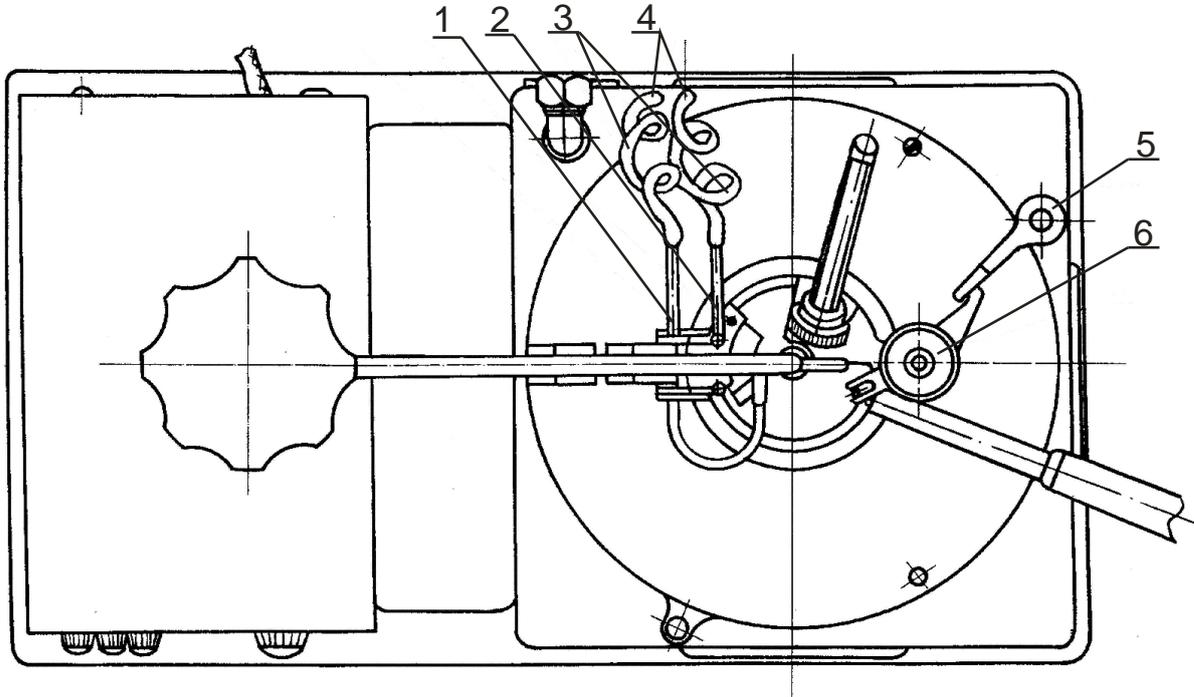

Рисунок6- Аппарат ТВЗ (вид сверху)
10.1 При подготовке аппарата к работе проверить работоспособность газовой системы. Повернуть ручки открытия и регулировки газа по часовой стрелке до упора. Установить трубку фитиля 2 и запальника 1 в прижим (рисунок 6). Соединить запальник и фитиль резиновыми трубками 3 с трубками подвода газа 4. Концы проволоки из резиновых трубок должны войти соответственно внутрь запальника, фитиля и трубок подвода газа. При работе аппарата резиновые трубки не должны касаться верхнего отражателя термоблока. Повесить на крючок 4 прижим с укрепленными в нем фитилем и запальником.
Вынуть из ящика латунный тигель и установить его в воздушную баню. Залить в тигель нефтепродукт. Закрывать тигель крышкой и установить на ней прижим с запальником и фитилем, как показано на рис. 6. Вынуть из футляра термометр с диапазоном до 130° С. Установить его в специальное отверстие в крышке тигля. Подключить аппарат к электрической сети.